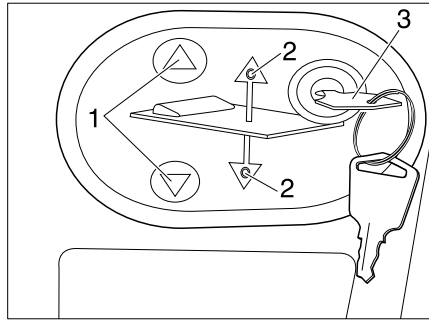

Fig. 165 Panneau de commande pour le lit escamotable électrique
- Insérer la clé (Fig. 165,3) dans le panneau de commande.
- Appuyer sur la touche (▽) (Fig. 165,1) et la maintenir enfoncée. Le voyant DEL correspondant (Fig. 165,2) s'allume et le lit escamotable s'abaisse jusqu'à la position intermédiaire et reste ensuite en place.
- Appuyer sur la touche  (Fig. 165,1) et la maintenir enfoncée. Le voyant DEL correspondant (Fig. 165,2) s'allume et le lit escamotable s'abaisse complètement.